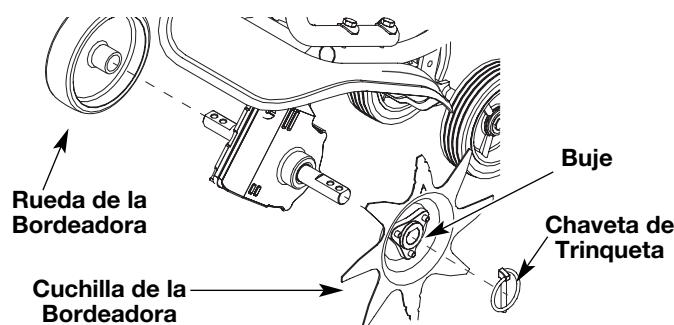

Fig. 4
- Deslice la rueda de la bordeadora, con el buje mirando hacia adentro, en el lado derecho del árbol del diente y asegúrela con la chaveta de trinquete en el orificio interior (Fig. 4).
- Deslice la cuchilla de la bordeadora con el buje mirando hacia el lado izquierdo del árbol del diente y asegúrela con la chaveta de trinquete en el orificio interior (Fig. 4).